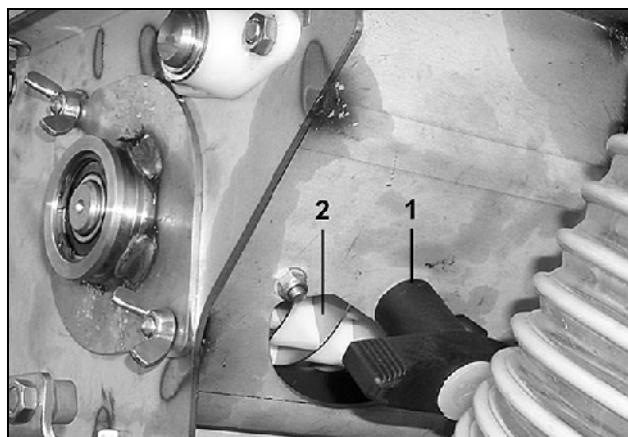

Fig. 117
- Deschideți clapeta de golire completă (Fig. 117/2) prin rotirea mânerului (Fig. 117/1).
- Închideți clapeta de golire completă (Fig. 117/2) și fixați vasul colector gol de rezervorul de semințe.